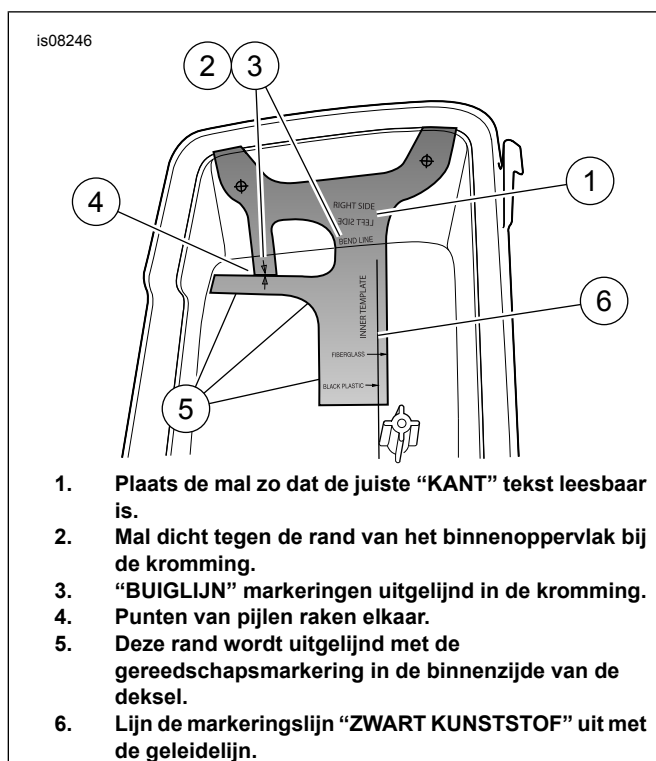

Afbeelding 4. Plaats de liniaal (rechter zwarte kunststof
3. Zie Afbeelding 3 en Afbeelding 4 voor uw zadeltas materiaal. Plaats een liniaal tegen de bevestigingspunten van de controleriem van een van de deksels, en markeer of teken een geleidelijk langs de liniaal zoals getoond.